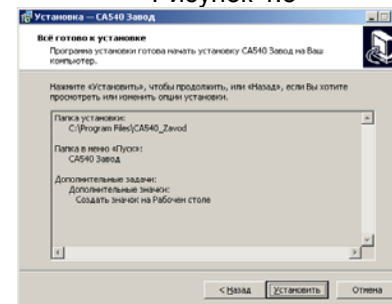
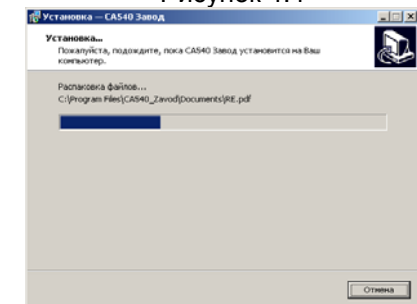

Рисунок 4.5
Рисунок 4.6
5) На экране появится окно (рисунок 4.5). Для продолжения нажмите Установить. На экране появится окно, демонстрирующее динамику процесса установки программы (рисунок 4.6).